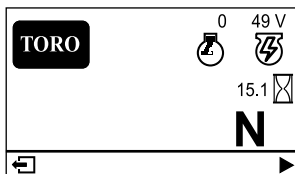

Figura 16
- **Pantalla principal de información (Figura 16):** muestra información actual de la máquina con la llave en la posición de CONECTADO.